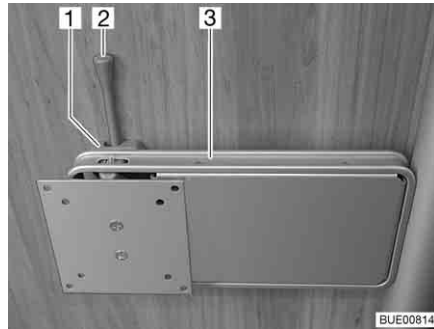

Bild 97 Halterung an Säule
- Den Entriegelungshebel (Bild 97,2) zur Seite drücken und die Halterung (Bild 97,3) mit dem Flachbildschirm in die gewünschte Position drehen.
- Flachbildschirm zurückdrehen, bis die Halterung (Bild 97,3) in die Verriegelung (Bild 97,1) einrastet.